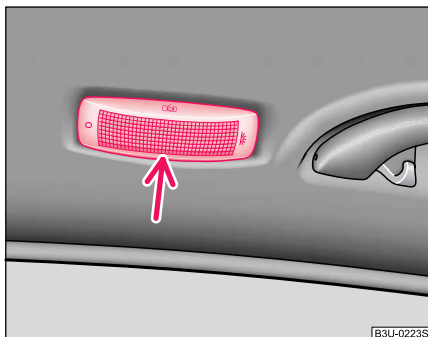

Fig. 189 Lampa din plafon spate; fără senzori pentru instalația de supraveghere interioară
- Introduceți o șurubelniță mică în fanta de lângă carcasa lămpii ⇒ Fig. 189 și îndepărtați carcasa.